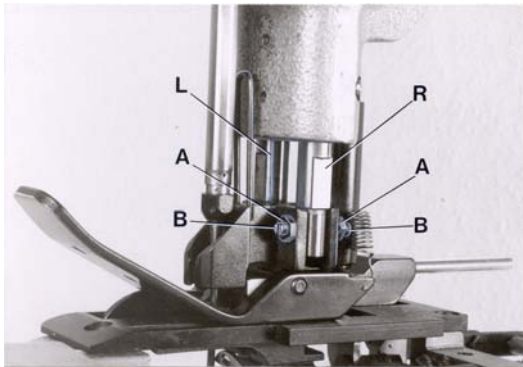

Fig. 9
Remove the needle and rotate the pulley until the feed dog is below the throat plate. Depress the presser foot lifter lever and insert the presser foot in the two presser bars (L and R, Fig. 9). The right presser bar (R) should only engage with its pivot in the groove of the presser foot shank.
Loosen the two lock nuts (A, Fig. 9) and align with the two set screws (B) the needle slot in the presser foot with the needle slot in the throat plate. Secure this setting with the two lock nuts (A). Note: The two set screws (A) should just contact the pivot of the right presser bar (R) but not be tightened. Now tighten the two set screws left in the presser foot shank on the left presser bar. Insert the needle.
Remueva la aguja y gire el volante hasta que el alimentador se encuentre debajo de la placa de la aguja. Apriete la palanca levantadora del pie e inserte el pie en las barras (L y R, Fig. 9). La barra derecha (R) debería entrar solamente con el pivote en la apertura del pie.
Afloje las dos tuercas (A, Fig. 9) y alinee con los dos tornillos (B) la ranura para la aguja en el pie con la ranura para la aguja en la placa de la aguja. Asegure este ajuste con los dos tornillos (A). Nota: Los dos tornillos (A) deberían tocar solamente el pivote de la barra de presión derecha (R) pero no apretarla. Ahora apriete los dos tornillos al lado izquierdo del tronco del pie de la barra de presión izquierda. Inserte la aguja otra vez.